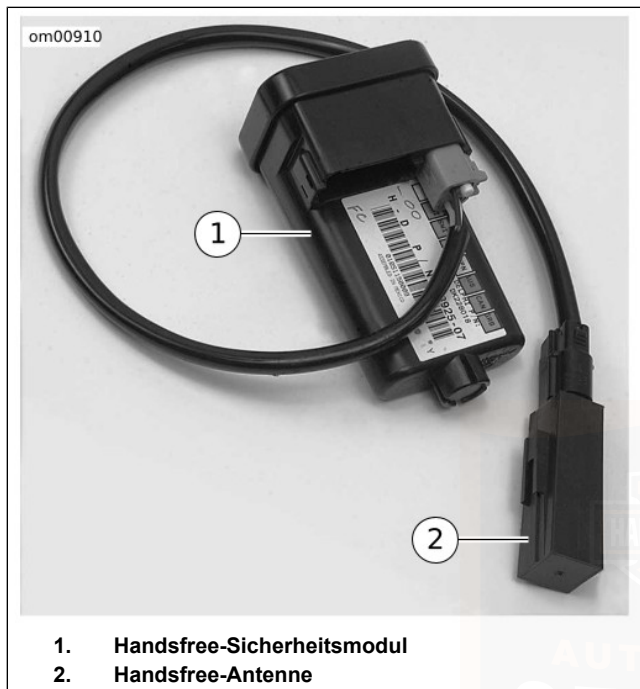

Abbildung 35. Sicherheitsmodul mit Antenne
Siehe Abbildung 35. Das Harley-Davidson Smart-Sicherheitssystem (H-DSSS) besteht aus dem Handsfree-Sicherheitsmodul (HFSM) (1) und einer Handsfree-Antenne (2), die auf dem Motorrad montiert sind, sowie dem Handsfree-Schlüsselanhänger, der vom Fahrer/Sozius **mitgeführt** wird.